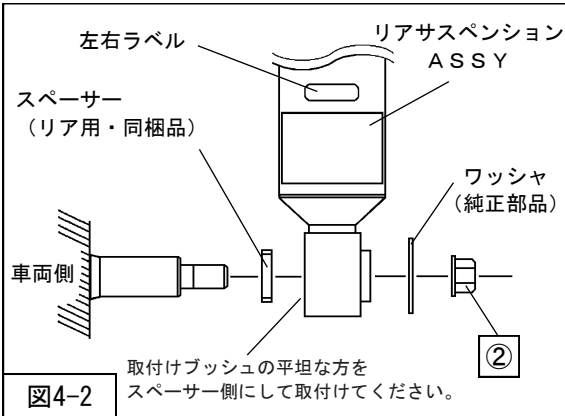
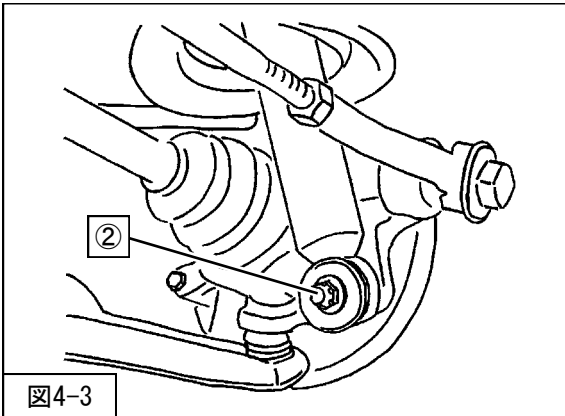

図4-2
図4-3
2. リアサスペンションASSYロア取付け部の車両側のシャフトにスペーサー（リア用・同梱品）を取付けてください。（図4-2）
②リアサスペンションASSYロア取付ナット
を取付けてください。（図4-2・図4-3）